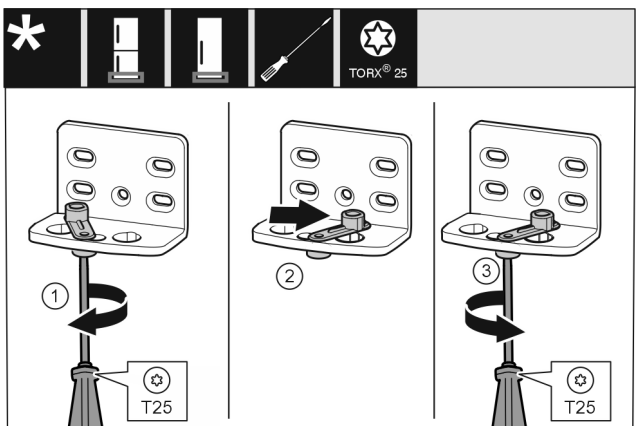

Fig. 11
- ▶ За допомогою викрутки T25 послабте гвинт. Fig. 11 (1)
- ▶ Допоміжний засіб для закривання дверцят підніміть і поверніть в отвір праворуч на 90°. Fig. 11 (2)
- ▶ За допомогою викрутки T25 закрутіть гвинт. Fig. 11 (3)